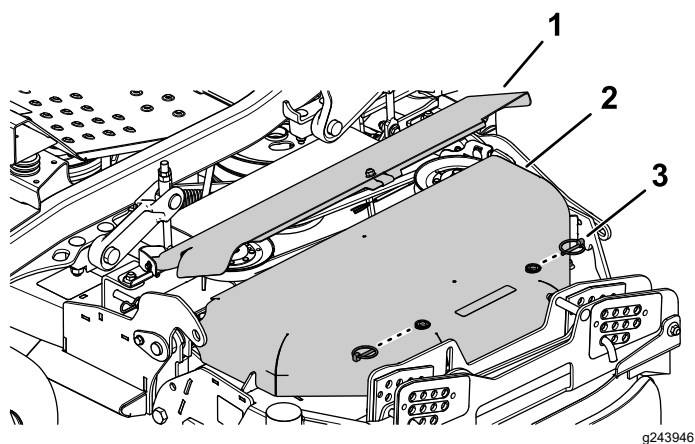

Figura 59
4. Retire los 2 pasadores de seguridad de la cubierta exterior de la correa y retire la cubierta exterior (Figura 59).
5. Gire hacia arriba la cubierta interior de la correa (Figura 59).